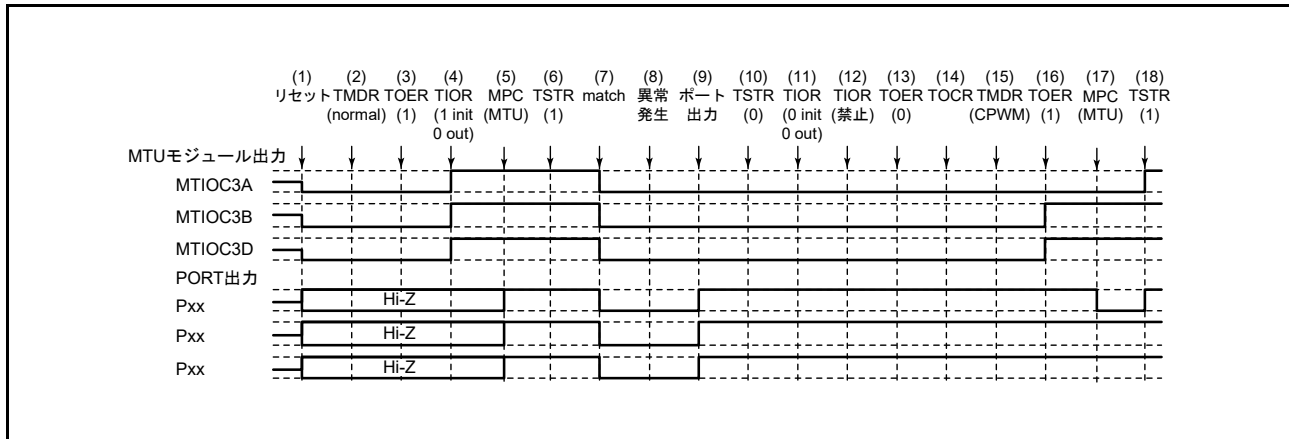

図 23.131 ノーマルモードで異常が発生し、相補 PWM モードで復帰する場合
ノーマルモードで異常が発生し、再設定後相補 PWM モードで再スタートする場合の説明図を図 23.131 に示します。
(1) ~ (13) は図 23.131 と共通です。
(14) TOCR レジスタでリセット同期 PWM モードの出力レベルと周期出力の許可 / 禁止を選択してください。
(15) リセット同期 PWM モードを設定します。
(16) TOER レジスタで MTU3、MTU4 の出力を許可してください。
(17) MPC と I/O ポートのポートモードレジスタ (PMR) で MTU 出力としてください。
(18) TSTR レジスタで再スタートします。